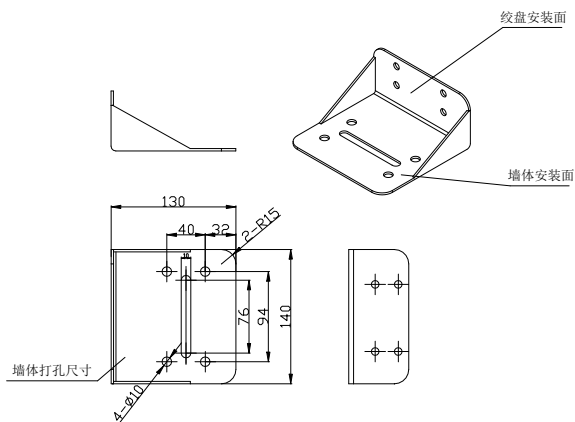

图 3 绞盘安装架墙体打孔图
- 绞盘安装架安装说明: 在绞盘安装位置打 4 个 $\Phi 8$ 孔, 使用 M8*80 的膨胀螺栓固定, 详见图 3。